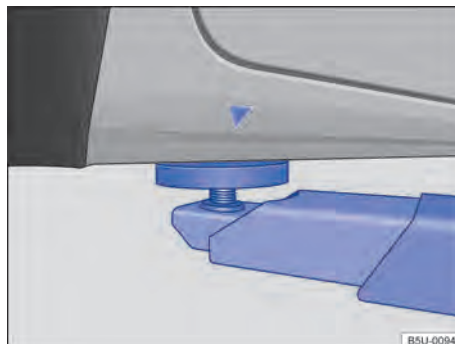
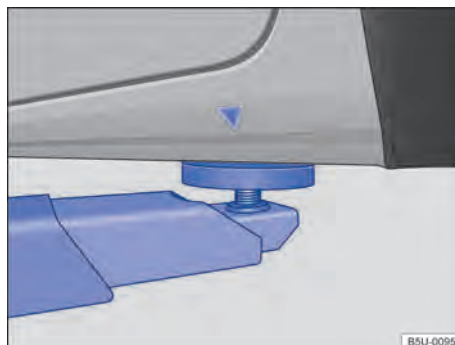

Fig. 145 Pontos de apoio dianteiros para a suspensão com plataforma elevatória ou com macaco.
Fig. 146 Pontos de apoio traseiros para a suspensão com plataforma elevatória ou com macaco.
O veículo deve ser suspenso somente pelos pontos indicados nas figuras → Fig. 145 e → Fig. 146. Se o veículo não for suspenso pelos pontos indicados, podem ocorrer danos no veículo →  e ferimentos graves → .
- Suspender o veículo somente pelos pontos indicados nas figuras → Fig. 145 e → Fig. 146. Se o veículo não for suspenso pelos pontos indicados, o veículo poderá cair da plataforma elevatória quando, por exemplo, o motor ou a suspensão for desmontado.